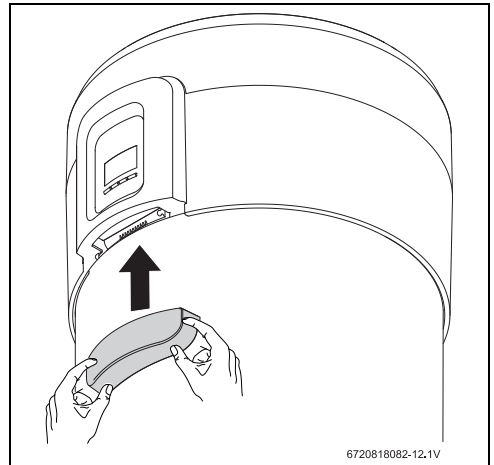

Fig. 15 Colocar el recubrimiento pequeño
- ▶ Colocar el recubrimiento pequeño según consta en la fig. 15.